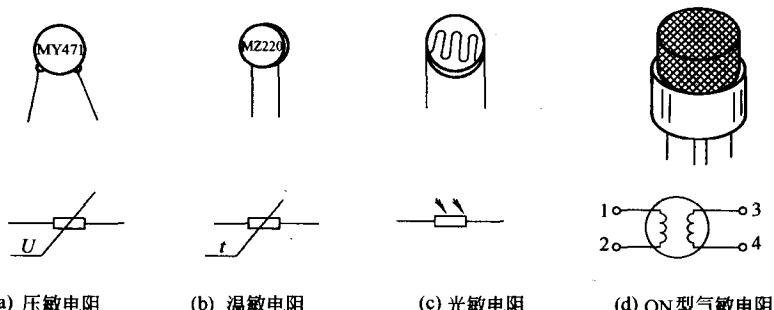

图 1-8 常用的几种敏感型电阻器
敏感型电阻器主要指电特性对温度、湿度、压力、电磁感应、气体浓度等外界条件的物理量反应敏感的元器件，它可以将这些物理量转换成电信号、制成各种传感器或器件，还可进行放大和处理，以实现自动控制。常用的几种敏感型电阻器如图 1-8 所示。
(1) 压敏电阻 压敏电阻外形及符号如图 1-8(a) 中所示，压敏电阻文字符号用 RV 来
(2) 热敏电阻 热敏电阻外形及符号如图 1-8(b) 中所示，热敏电阻文字符号用 RT 来表示。热敏电阻器是由钛酸钡材料，掺杂能改变居里点温度的物质铅或锶和加入极微量的导电杂质稀土元素镧，经过研磨、压型、高温烧结而成的复合钛酸盐的 N 型半导体瓷体，大多是单晶或多晶半导体器件。其特点是热敏电阻在达到特定温度前，电阻值随温度变化较缓慢，当越过一定的温度时，其阻值急剧增大。这个温度称为居里点温度。热敏电阻利用居里点温度及阻值变化敏感材料制成，温度升高电阻阻值增大称为正温度系数；温度升高电阻阻值减小称为负温度系数。热敏电阻常用于温度补偿、自动保护、自动测温、电机过热保护及电气设备软启动等场合。
(3) 光敏电阻 光敏电阻外形及符号如图 1-8(c) 所示。光敏电阻器是由半导体硒化镉、硫化铅、硫化锌等材料制成的。利用半导体的光电导特性原理，当射入强光线时，光敏电阻的阻值减小；当射入弱光线时，光敏电阻的阻值增大。光敏电阻还具有灵敏度高、电气性能稳定、制作工艺简单等特点。根据不同光源可分为：红外光光敏电阻、可见光光敏电阻、紫外线光敏电阻等。光敏电阻在有光照射下，产生亮阻阻值很小，在没有光照射下，产生的暗阻阻值较大。光敏电阻电流随电压呈现线性变化，在自动控制、光电控制、自动检测、通信及报警电路中广泛应用。
(4) 气敏电阻 气敏电阻外形及符号如图 1-8(d) 所示。气敏电阻是利用某种半导体在加热状态下，其表面吸入特定气体，并在发生氧化或还原反应后，产生离子，导致其电阻率发生改变的一种器件。气敏电阻器的文字符号用 Q 来表示，图示气敏电阻的引脚如下：